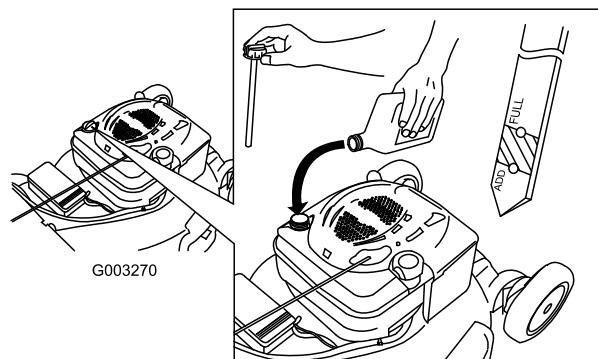

Figura 36
- Rimuovete l'asta di livello e controllate il livello dell'olio; fate riferimento a Figura 36.